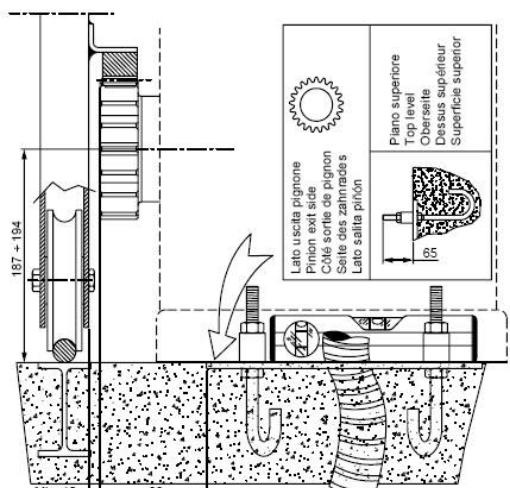
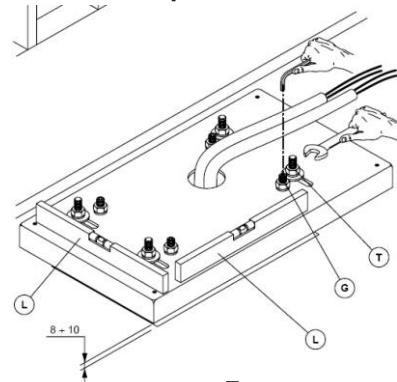

рис.4
рис.7
- Расположите пластину-основание, сохранив размеры как указано на рис.4. Символ звездочки, воспроизведенный на пластине-основании должен быть виден и ориентирован к створке ворот. Также проверьте, правильно ли расположено отверстие для электрических кабелей. Кабели оставьте свободными или протяните в гофрошланг через специальное отверстие в пластине-основании.
- Проверьте: Установочные размеры (рис. 4). Уровень горизонта пластины - основания в двух направлениях.
- 4) Установите 4 бесконечных винта на шести точках выравнивания (рис.7 «G»), и отрегулируйте таким образом (рис.7 «L») привод, чтобы он был приподнят на 8-10 мм по отношению к пластине-основанию.
- 5) Вставьте привод в специальные пазы, установите его окончательно, соблюдая стороны как на рис.4, и затяните 4 гайки (рис.7 «Т»), которые блокируют привод на пластине-основании и на шести нивелировочных бесконечных винтах.